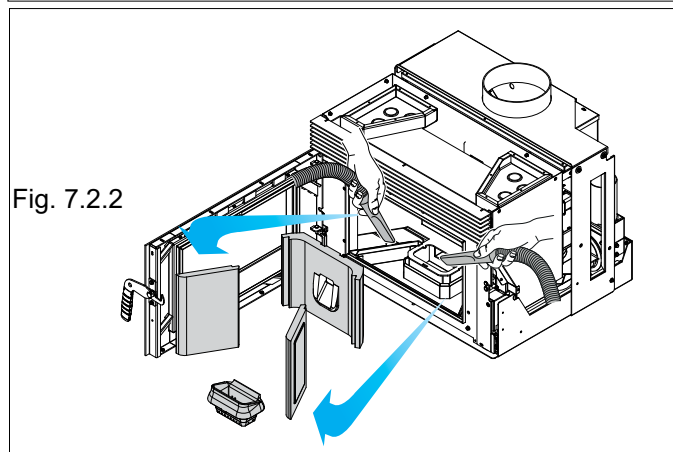

Fig. 7.2.2
- B) Rimuovere i refrattari dal vano fuoco e aspirare la cenere residua (Fig. 7.2.2).